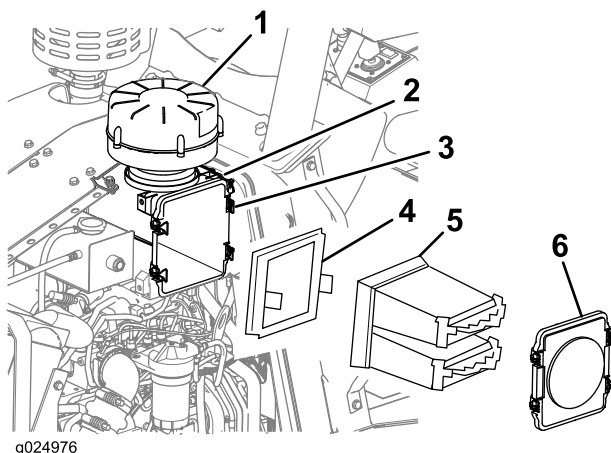

Figura 70
2. Destrave as 4 presilhas que sustentam a tampa do filtro de ar e remova a tampa (Figura 70).
3. Remova os elementos filtrantes primário e secundário do corpo do filtro de ar (Figura 70).
4. Com um pano limpo e úmido, limpe o interior do corpo do filtro (Figura 70).
10. Prenda a tampa do filtro de ar no corpo do filtro de ar com as 4 presilhas (Figura 70).